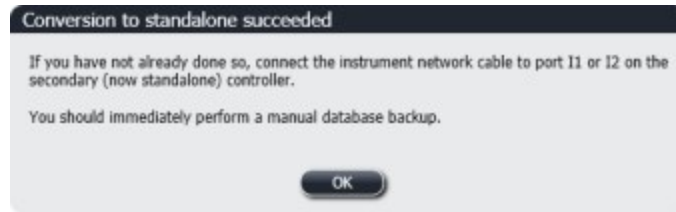

Figure 16-6: Valintaikkuna – vaihto itsenäiseen toimintaan onnistui
7. Odota, kunnes järjestelmä ilmoittaa, että vaihto itsenäiseen toimintaan on onnistunut (katso Figure 16-6). Käynnistä sitten kliininen asiakasohjelma ja kirjaudu sisään järjestelmään normaalisti.